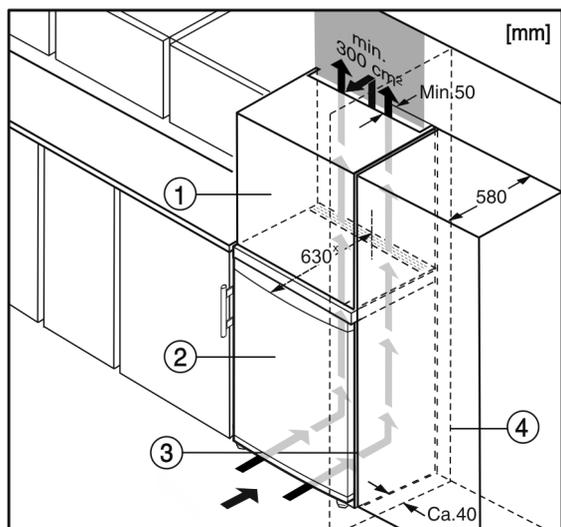

Fig. 6
- (1) Дополнительный шкафчик
(2) Устройство
(3) Кухонный шкаф
(4) Стенка
Устройство может быть окружено предметами кухонной обстановки. Чтобы уравнять устройство Fig. 6 (2) по высоте с кухонной стенкой, можно установить над устройством соответствующий дополнительный шкафчик Fig. 6 (1).*
При комбинировании с кухонными шкафами (глубина макс. 580 мм) устройство можно установить непосредственно рядом с кухонным шкафом Fig. 6 (3). Устройство выступает сбоку на 34 мм* и по центру на 50 мм* относительно передней стенки кухонного шкафа.*
Если устройство установлено на шарнирах у стены Fig. 6 (4), то расстояние между устройством и стеной должно быть не менее 40 мм. Настолько выступает ручка при открытой дверце.